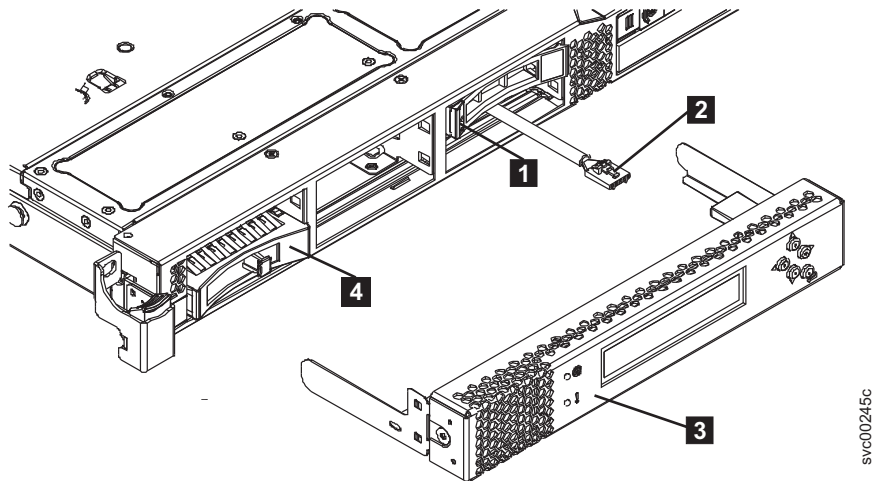

図 101. ブート・ドライブのロケーション (SAN ボリューム・コントローラー 2145-CF8 の図)
7. オレンジ色の解放ラッチ (130 ページの図 101 の **1**) を慎重に左方にスライドさせて、ブート・ドライブのドライブ・ハンドルロックを解除します。ブート・ドライブの位置について詳しくは、131 ページの『SAN ボリューム・コントローラー 2145-CG8 または 2145-CF8 ディスク・ドライブの ID』を参照してください。